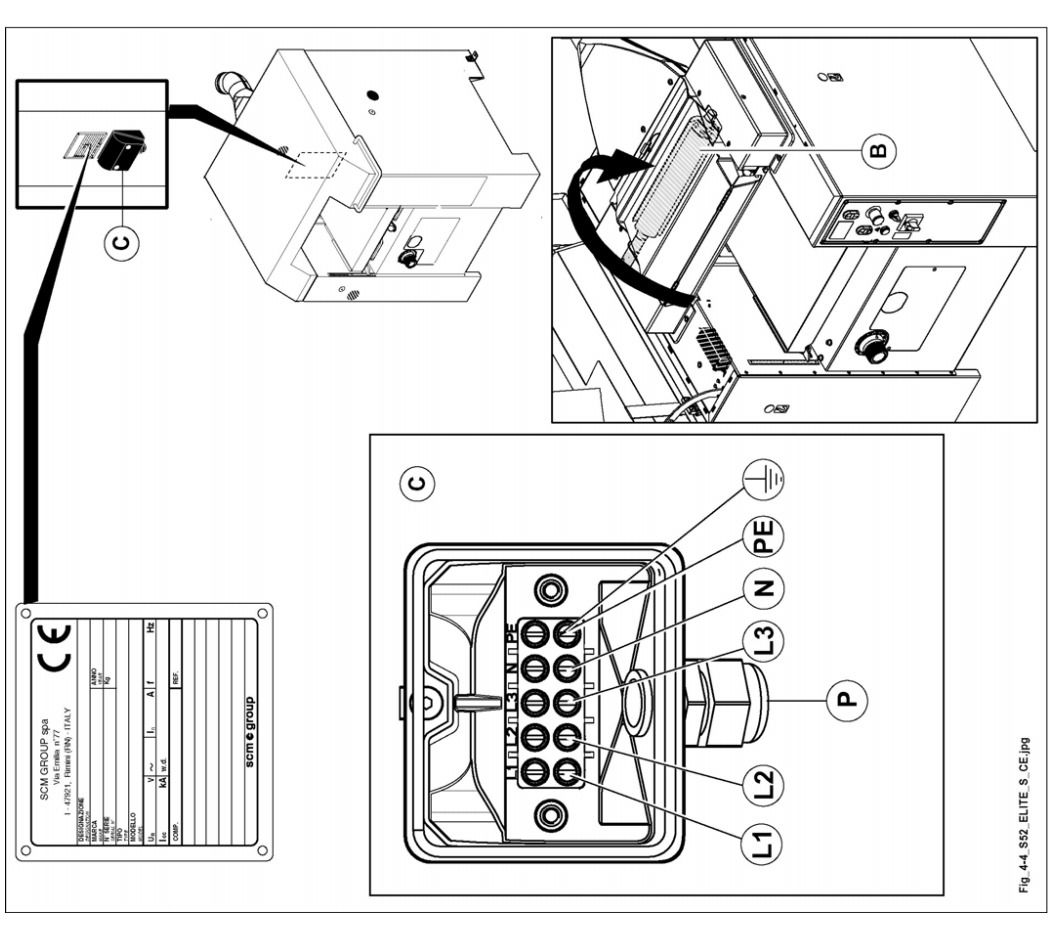

Abb. 4.4
die richtige Spannung ist auf dem Schild Abb. 4.4 angegeben; Toleranzbereich von $\pm 5\%$.
- deckel des Klemmbrettes (C Abb. 4.4) abnehmen;
- zuleitungskabel in Kabelverschraubung (P Abb. 4.4) einsetzen;
- die 3 Phasen des Kabel an Klemmen L1-L2-L3 (Abb. 4.4) anschliessen;
- neutralleiter, wenn vorhanden, an Klemme (N Abb. 4.4) anschliessen;
- deckel des Klemmbrettes (C Abb. 4.4) wieder einbauen;
- kabelverschraubung (P Abb. 4.4) festziehen.